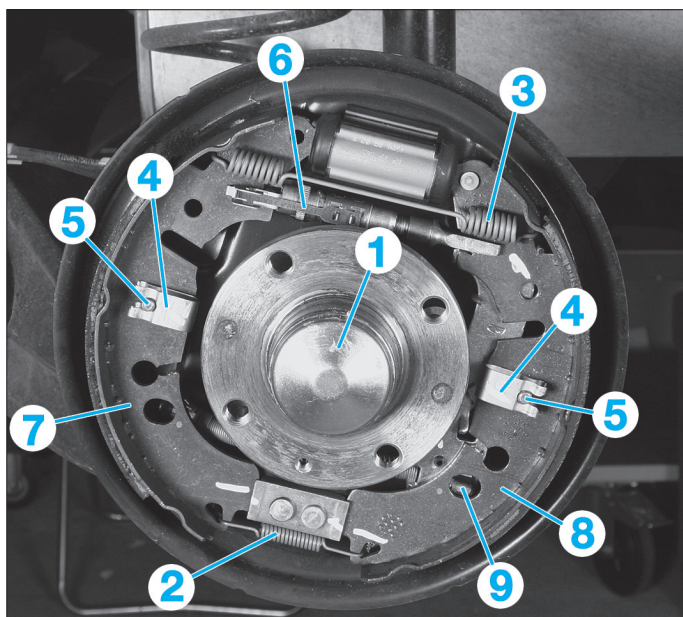

Fig. 11
- Déposer le cache antipoussière (1) (Fig.11).
- Décrocher le ressort inférieur (2) et le déposer.
- Décrocher le ressort supérieur (3) et le déposer.
- Déposer les agrafes (4) et les goupilles de maintien latéral (5) des segments.
- Déposer le dispositif de rattrapage de jeu automatique (6).
- Déposer les vis de fixation (13) du cylindre récepteur sur le plateau.
- Déposer le cylindre récepteur (14).
- Mettre en place le segment arrière (8) et insérer le câble de frein stationnement (9) (Fig.11).
- Positionner le segment avant (7) et fixer le ressort inférieur de segments (2).